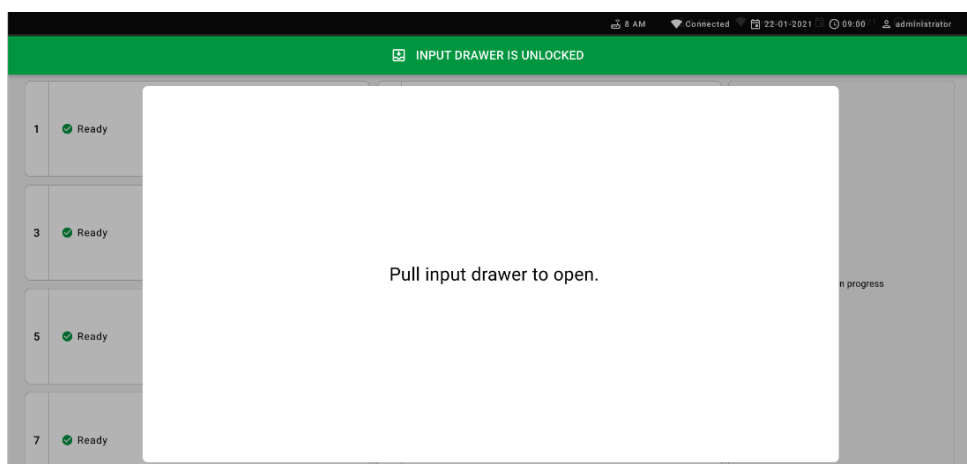

Figura 55. Caixa de diálogo Input drawer open (Abrir gaveta de entrada).
6. Quando solicitado, puxe a gaveta de entrada para abrir (Figura 55).